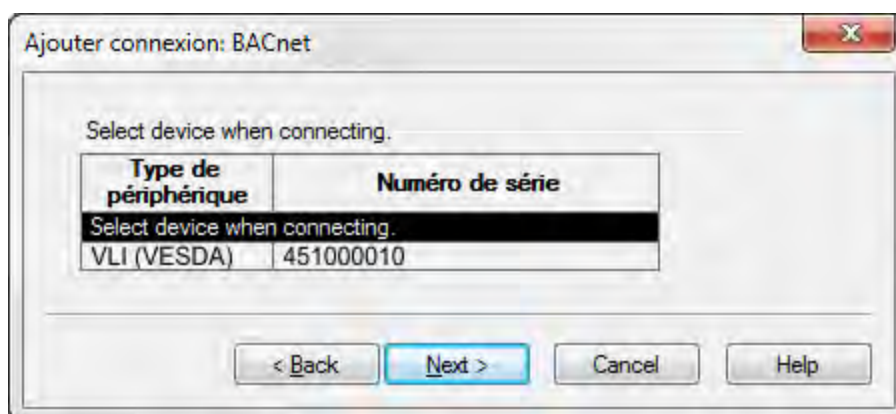

Figure 5-4: Sélection du périphérique
5. Sélectionnez le type de détecteur dans la liste des détecteurs disponibles, puis cliquez sur Suivant (Figure 5-4).